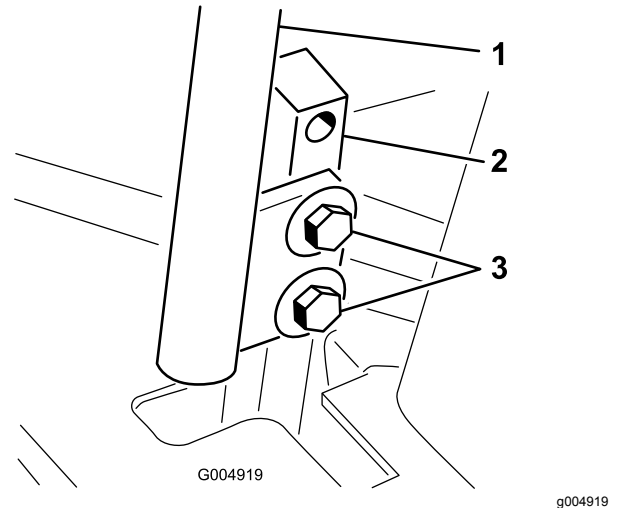

**Figure 69**
4. Desserrez l'écrou de blocage sur le boulon d'arrêt de l'un des leviers de commande (Figure 69).